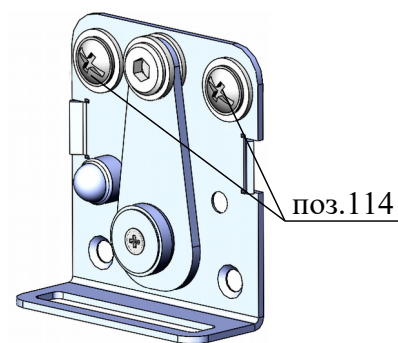

Рис.9
17. Отрегулировать механизм фиксации поз.105. Для этого поднять раму кровати в вертикальное положение. Надавить на раму кровати около механизма фиксации поз.105 до зацепления собачки поз.110Б за механизм фиксации поз.105 (рис.9.1). Должен быть слышен чёткий щелчок. От наружной плоскости рамы до торца боковины шкафа должно быть примерно 16 мм (рис.9.2). В противном случае расслабить винты поз.62 и переместить механизм фиксации поз.58 в нужном направлении в соответствии с рис.9.1. Затянуть винты поз.62 (рис.9).